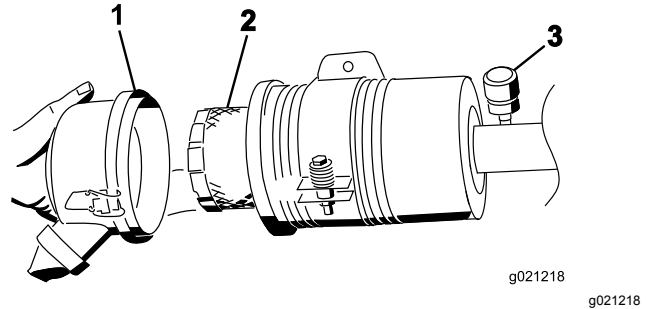

Bild 73
4. Nehmen Sie den Filter heraus und wechseln Sie ihn (Bild 73).